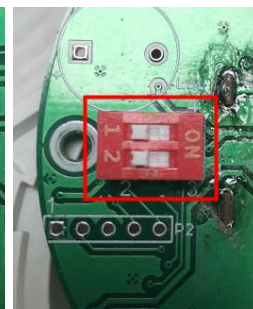

图 2
- 设备断电, 将 S1 拨码开关的第二位, 拨到 “2” 侧 (如图 2), 重新上电后, 就可以根据读取或修改的波特率通讯。